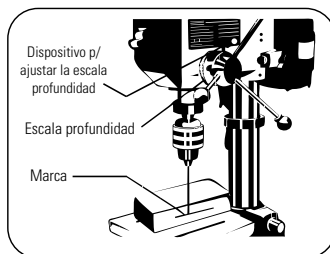

FIGURA 7.12
- Afloje el tornillo/tuerca de la escala de profundidad (Figura 7.12).